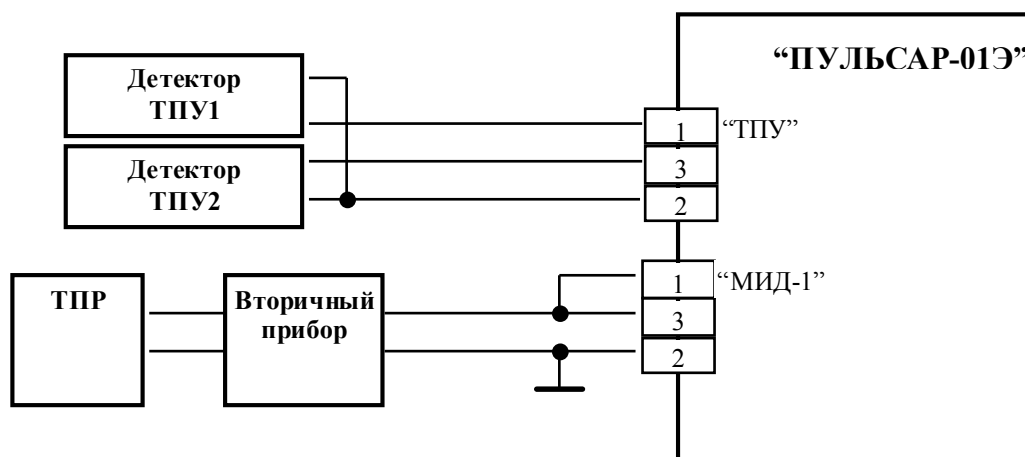

Рис. 1
2.3.2 Режим работы "ТПУ1" ("ТПУ2"). Собрать схему согласно рис.1.